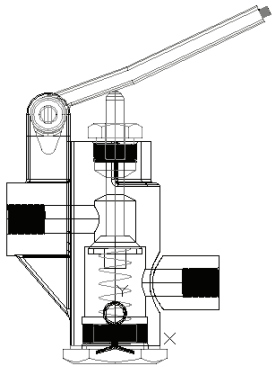

图 11-196 复制销后的图形
3) 复制销: 选择菜单栏中的“编辑”→“带基点复制”命令, 选取基点为(0,0,0), 将“销”图形复制到“手压阀装配图”的前视图中, 指定的插入点为(0,0,0), 如图 11-196 所示。